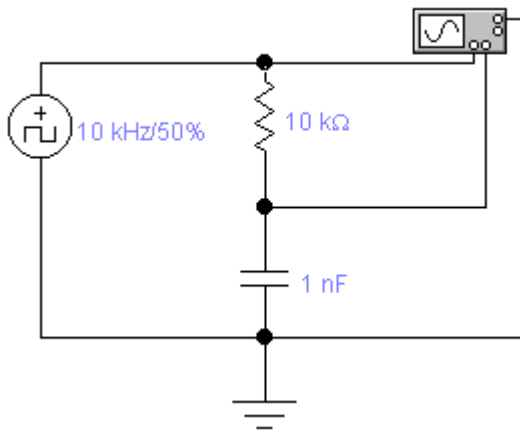

Figura 1. Circuito de medición para la tensión en el capacitor
1. Monte el circuito mostrado en la Figura 1.